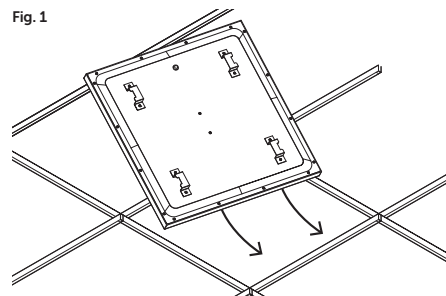

Fig. 2
- Monte el soporte en H de acuerdo con las indicaciones de la Fig. 2.